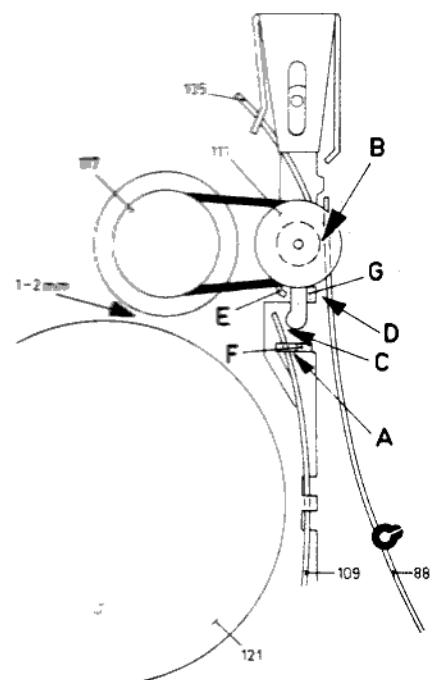

Fig. 6
6. Kontroll av återspolningen (fig 6)
a) I läge "avspelning" skall avståndet mellan svänghjul och mellanahjul (117) vara 1-2 mm. Justera detta avstånd genom att böja klacken E.